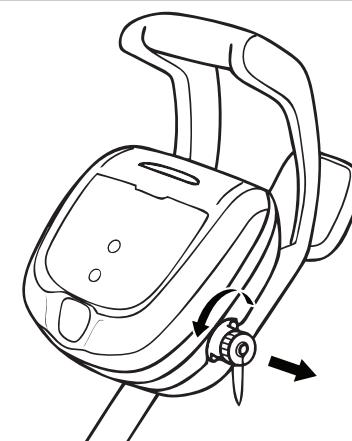

Figura 12. Saque la tapa protectora
- **CANADÁ:** Según los requisitos del NEC®, mantenga la unidad de control por lo menos a tres (3) m (10 pies) del borde del agua (piscina / spa).
1. Desatornille la tapa protectora del cable de suministro eléctrico desde el lado de la unidad de control girando en sentido contrario a las agujas del reloj (Figura 12).